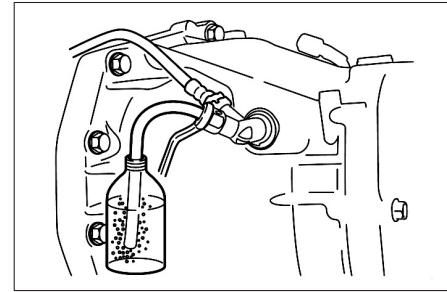

FIG. 10
- Brancher un tuyau transparent sur la vis de purge et le relier à un récipient situé plus bas que le cylindre récepteur (Fig.10).